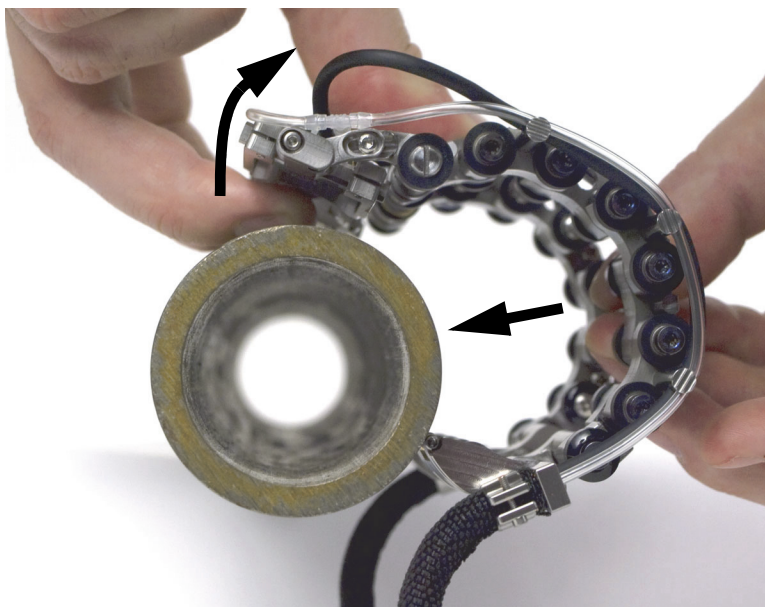

Рис. 2-28 Установка сканера на трубе
- а) Приподнимите преобразователи рукой (см. Рис. 2-28 на стр. 46).